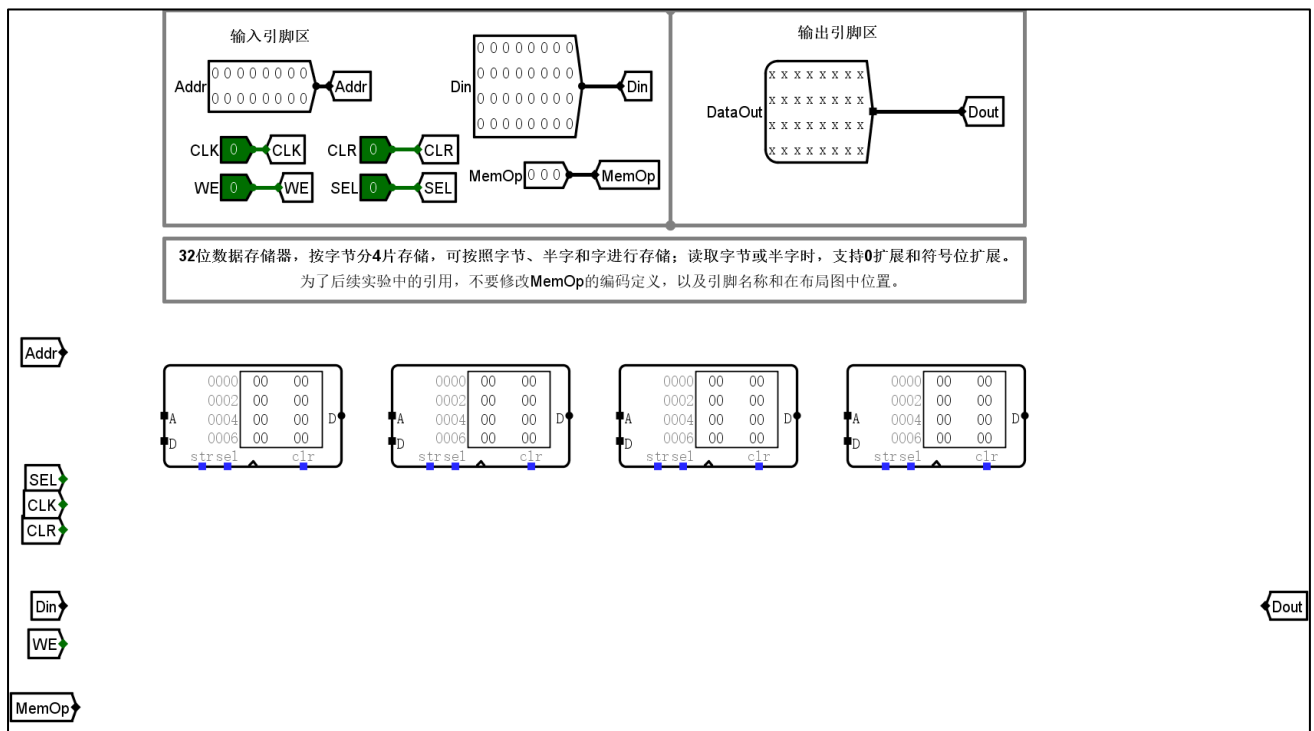
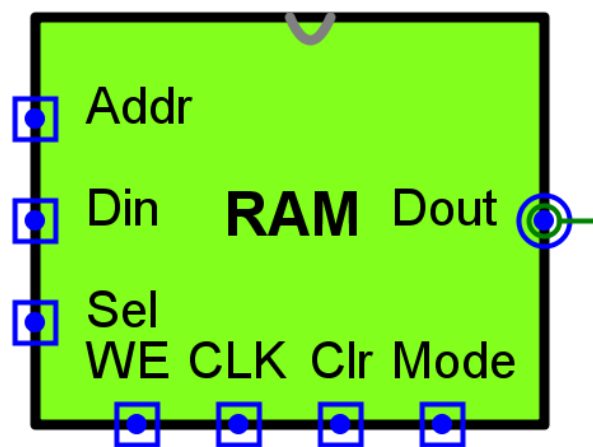

图 5.3 RAM 读写实验布局图
图 5.4 RAM 读写电路封装图
1) 数据存储器实验。在 Logisim 中导航区中添加 “数据存储器实验” 的子电路，双击该子电路，在工作区中按图 5.3 所示的组件布局图放置输入输出引脚、RAM、隧道等组件。修改 RAM 属性，设置数据字长为 8 位，地址宽度为 16 位，数据接口模式设置为分离加载和存储端口模式，片选信号（Sel Active On）为高电平有效。设计电路原理图，连接组件，实现功能。通过设置不同的输入值，观察输出结果，验证电路的正确性，记录测试数据。封装子电路如图 5.4 所示。保存电路设计文件 lab4.circ。